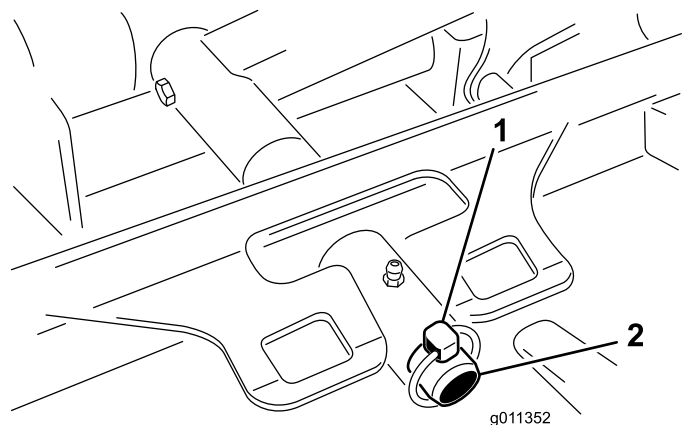

Figura 93
3. Îndepărtați cuiul de osie (pentru mainile Groundsmaster 4500) sau piulia de fixare (pentru mainile Groundsmaster 4700) care fixează cadrul de susținere al unității de tăiere pe tiftul de pivotare al braului de ridicare (Figura 93).
2. Glisai cadrul de susinere al unității de tăiere pe tiftul de pivotare al braului de ridicare (Figura 93). Fixai unitatea de tăiere pe tift cu cuiul de osie (pentru mainile Groundsmaster 4500) sau piulia de fixare (pentru mainile Groundsmaster 4700).